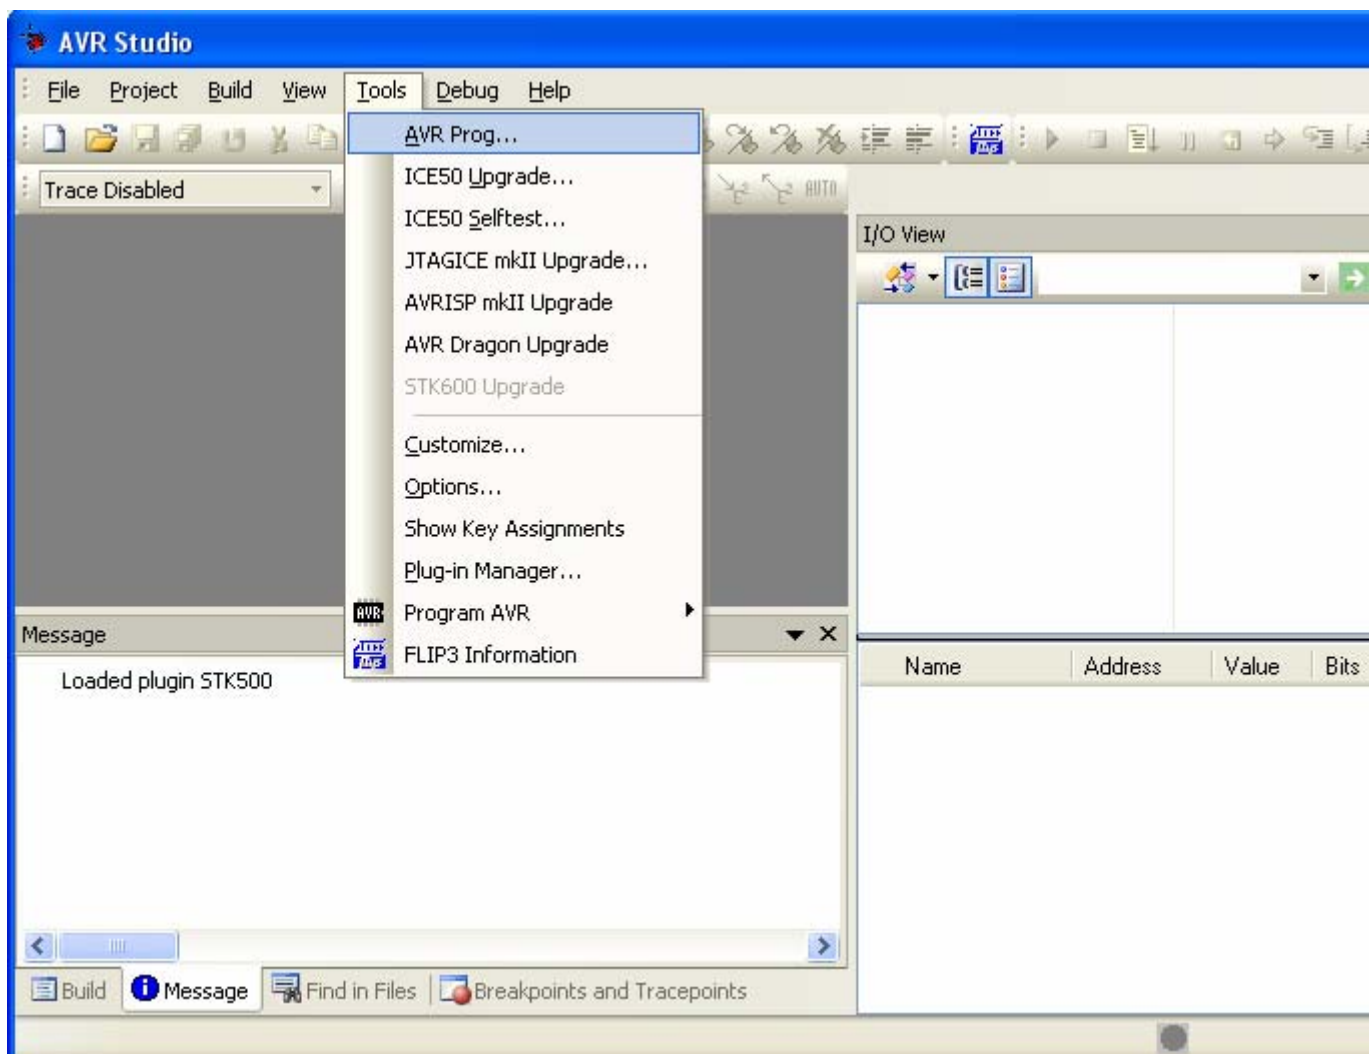
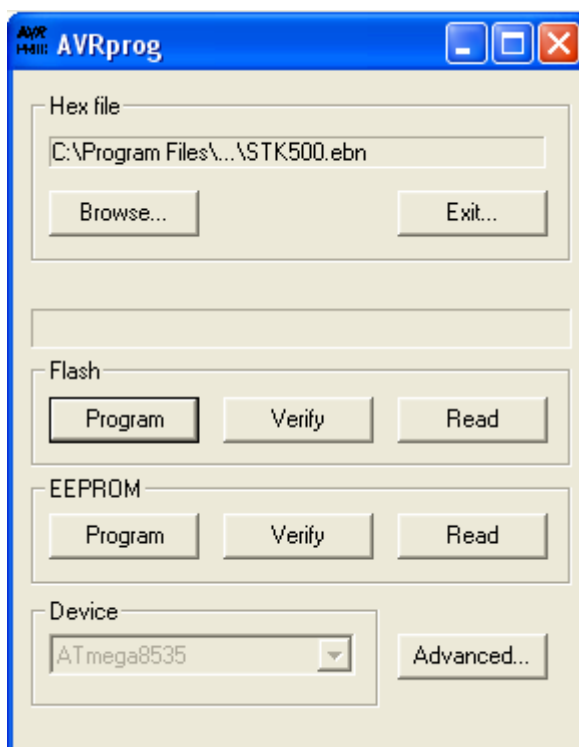

Рис. 19
Рис. 20
1. утилитой AVR Prog находящейся во вкладке Tools Рис.19
В появившемся окне рис. 19 необходимо выполнить установки в соответствии с рис. 20